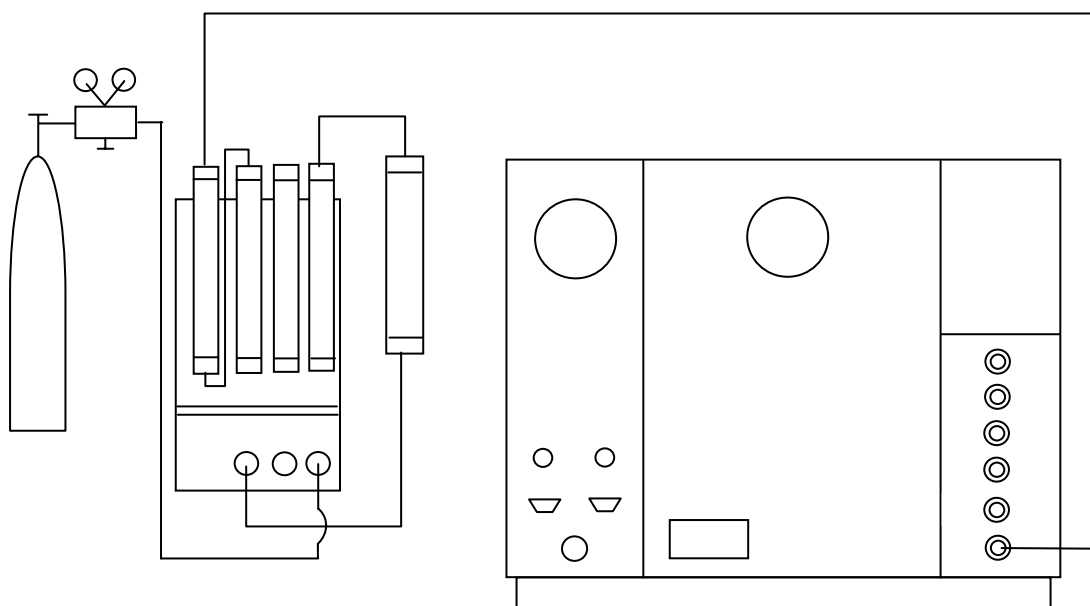

图 7-9 脱氧管连接示意图
- b) 氢气必须严格脱氧，以防止程序升温时 TCD 出鬼峰。可采用脱氧管脱氧。脱氧管的连接示意图见图 7-9。也可以用纯氮（氧含量 $\leq 1\mu\text{g/ml}$ ）作载气。